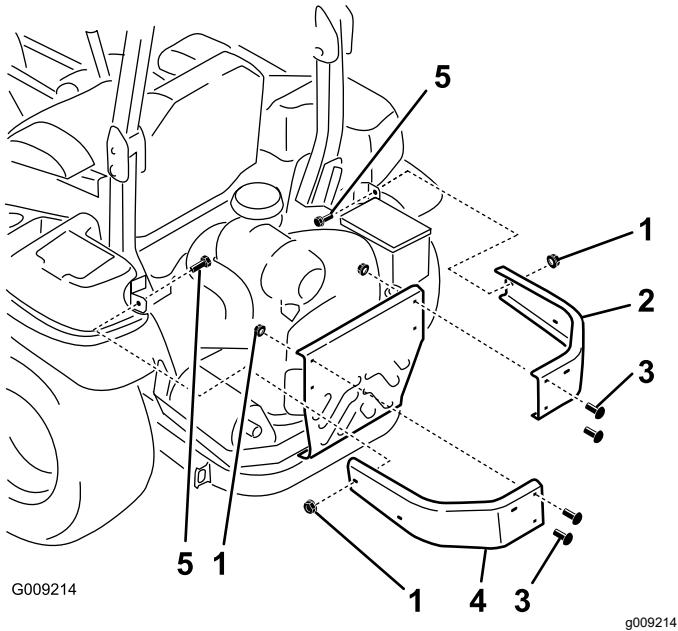

Figura 5
1. Rimuovete i dadi e i bulloni che assicurano i paraurti laterali alla macchina (Figura 5).
2. Montate i paraurti sinistro e destro nuovi con 2 bulloni a testa tonda ($\frac{3}{8}$ " x $1\frac{1}{4}$ "), i 4 bulloni a testa tonda rimossi in precedenza e 6 dadi flangiati ($\frac{3}{8}"), come illustrato nella Figura 5.$